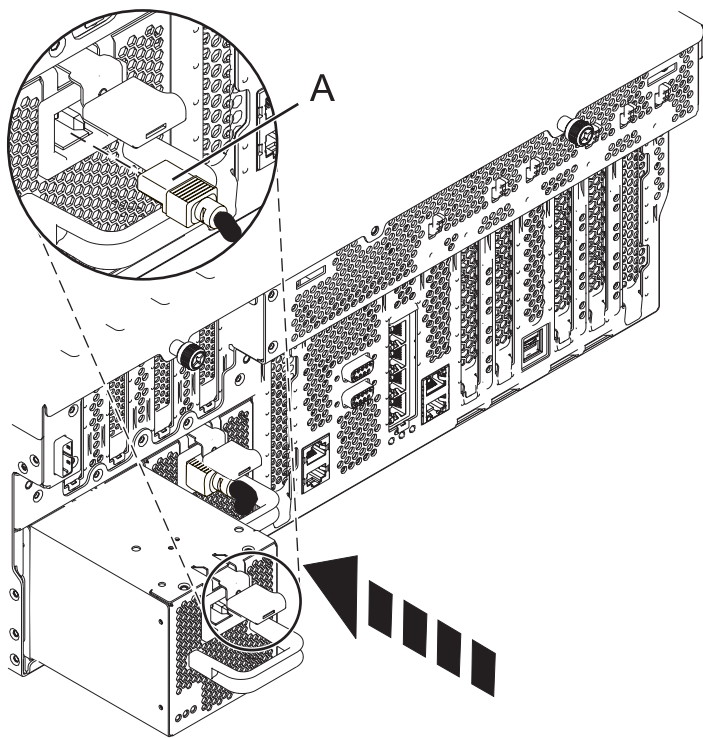

Figure 7. Remplacement d'une alimentation électrique
2. Insérez l'alimentation électrique dans le système jusqu'à ce que le taquet de verrouillage s'emboîte dans son logement comme indiqué à la figure 7, à la page 10.
3. Rebranchez le câble d'alimentation (A) à l'avant du bloc, comme indiqué à la figure 7.